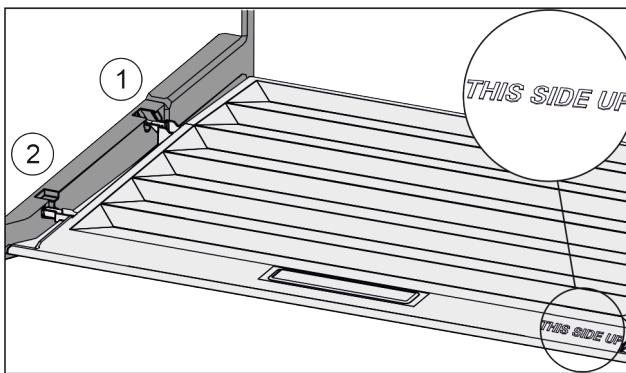

Fig. 36
- ▶ Výstupky veka zavedťte cez otvor zadného držiaka Fig. 36 (1) a zaistite vpredu v držiaku Fig. 36 (2).